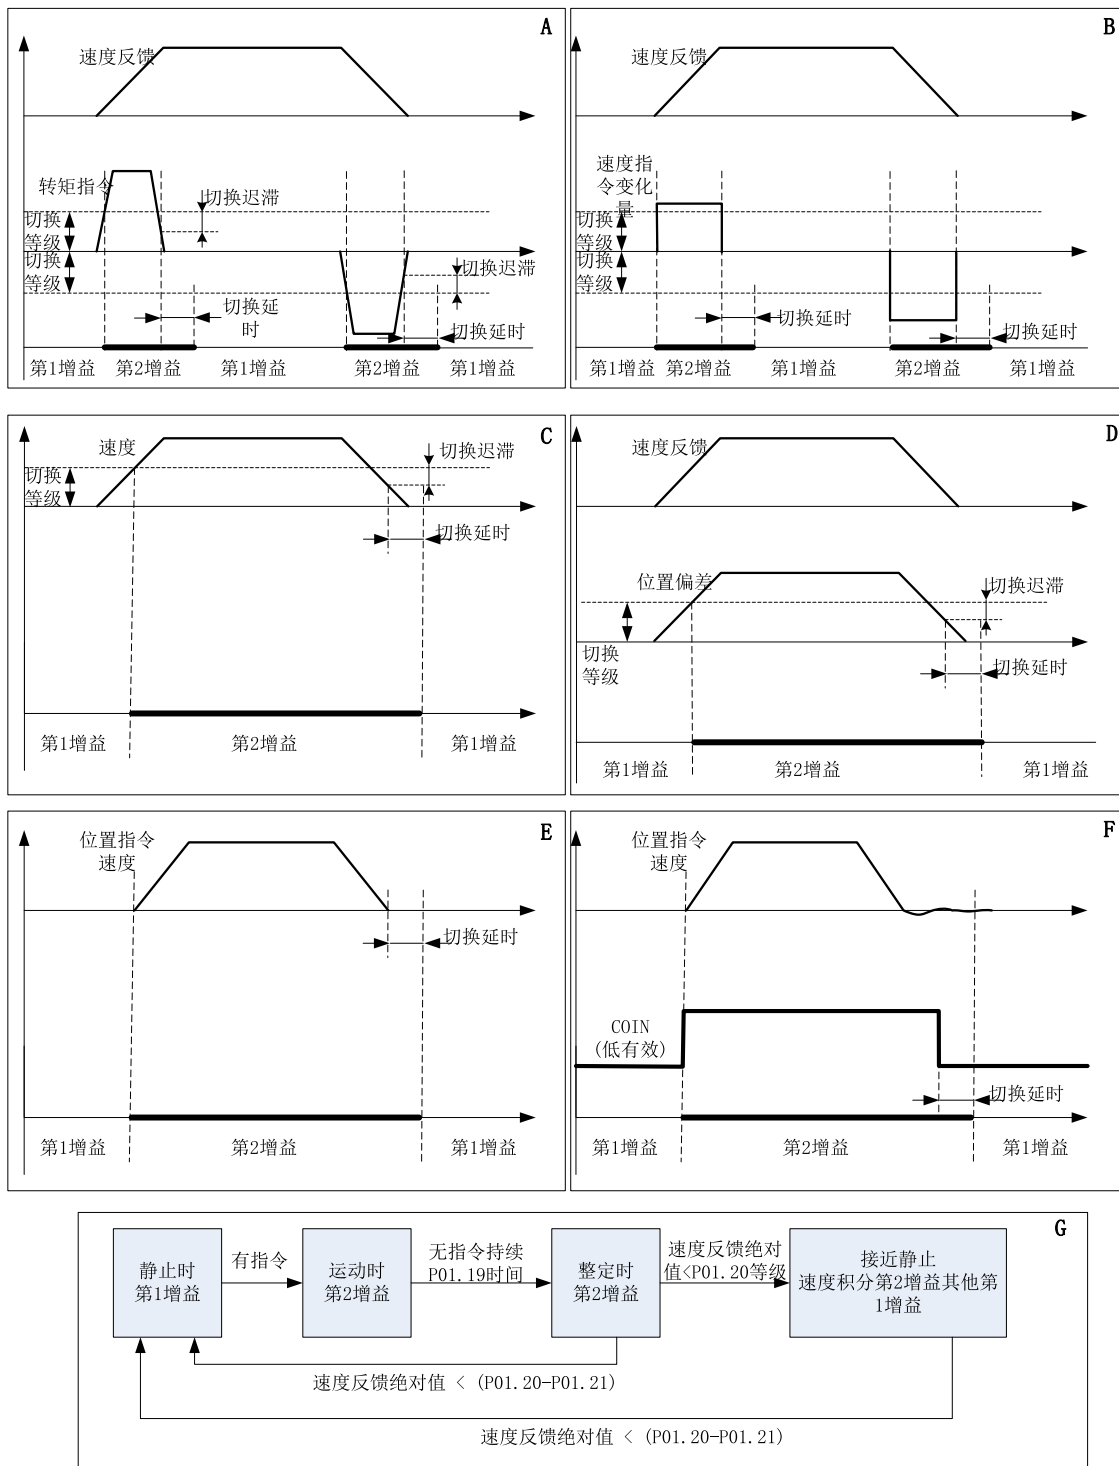

图 3.5 各种条件下增益切换时序图
时序图请按编号在图 3.5 中查看。其中:
3. 当 P01.18 等于 10 时, 各参数的定义与其他模式有所不同, 请仔细对照图 3.5 中的 G 图进行理解。